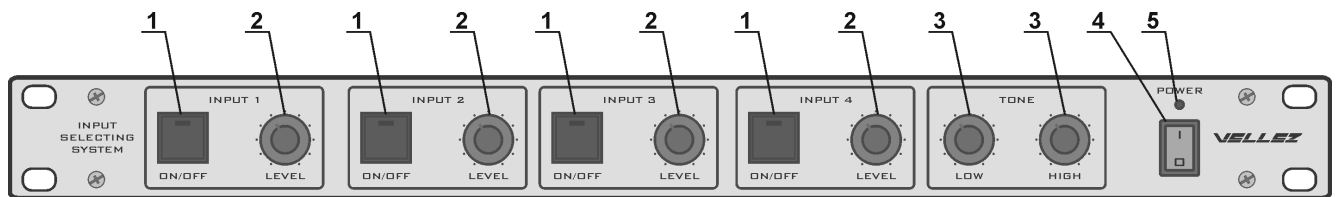

Рисунок 19
9.2.13. Розміщення та призначення органів управління на передній панелі селектора входів вказано на рис. 19.